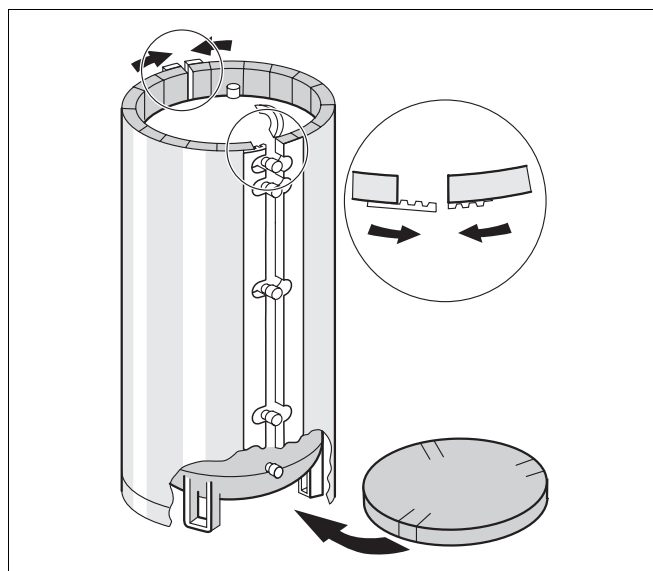

Рис. 6 Теплоизоляция
- Теплоизоляционный круг с надрезами для ножек бака-накопителя положить на пол (рис. 6).
- Обернуть теплоизоляционные маты вокруг бака-водонагревателя так, чтобы штуцеры подключения попали в отверстия на матах (рис. 6).
- Подтянуть и скрепить между собой концы теплоизоляционных матов (рис. 6).